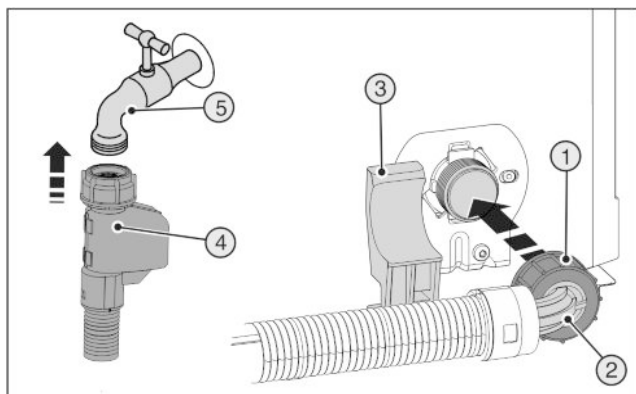

Fig. 20
- ▶ Rovný konec hadice připojte Fig. 20 (4) k uzavíracímu kohoutu Fig. 20 (5).